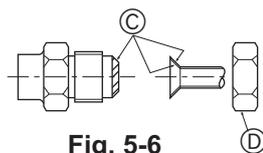

Fig. 5-6
Ⓐ (Fig. 5-6)
Ⓑ (Fig. 5-6)
5.5. Collegamento dei tubi (Fig. 5-6)